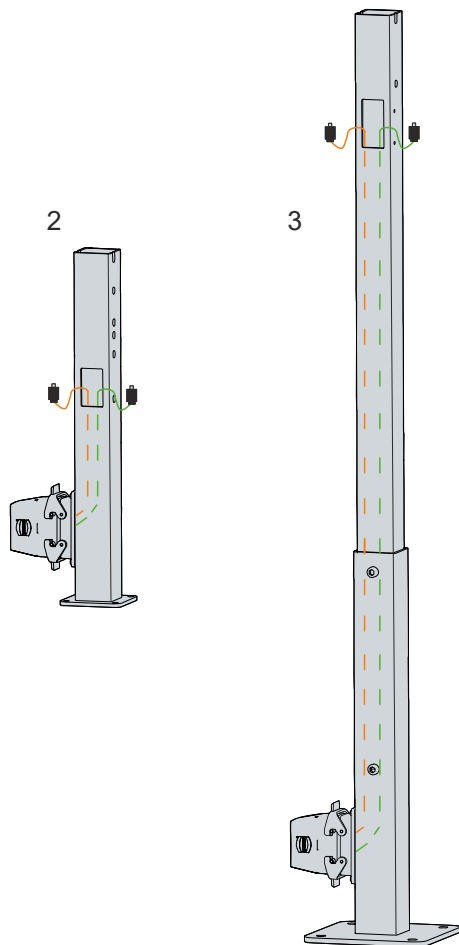

Abb. 12: Verdrahtung CP32xx
Wenn Sie die Tastererweiterung an den Tragarm C9900-M803 (2) oder C9900-M804 (3) montieren, läuft die Verdrahtung durch die Tragarme hindurch. Am Fuß der Tragarme befindet sich die HAN-Anschlussbuchse mit dem HAN-Stecker. Von dort laufen Spannungskabel und Ethernet-Kabel durch die Tragarme nach oben zur Öffnung (siehe Abbildung 12). Stecken Sie die aus dem Tragarm herausragenden Stecker in die Tastererweiterung.